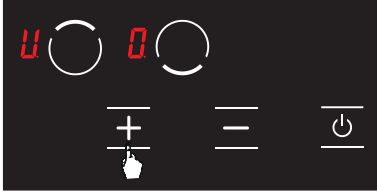

Afbeelding 8
1. Schakel het fornuis in door de knop in te drukken. (Zie Afb. 8).